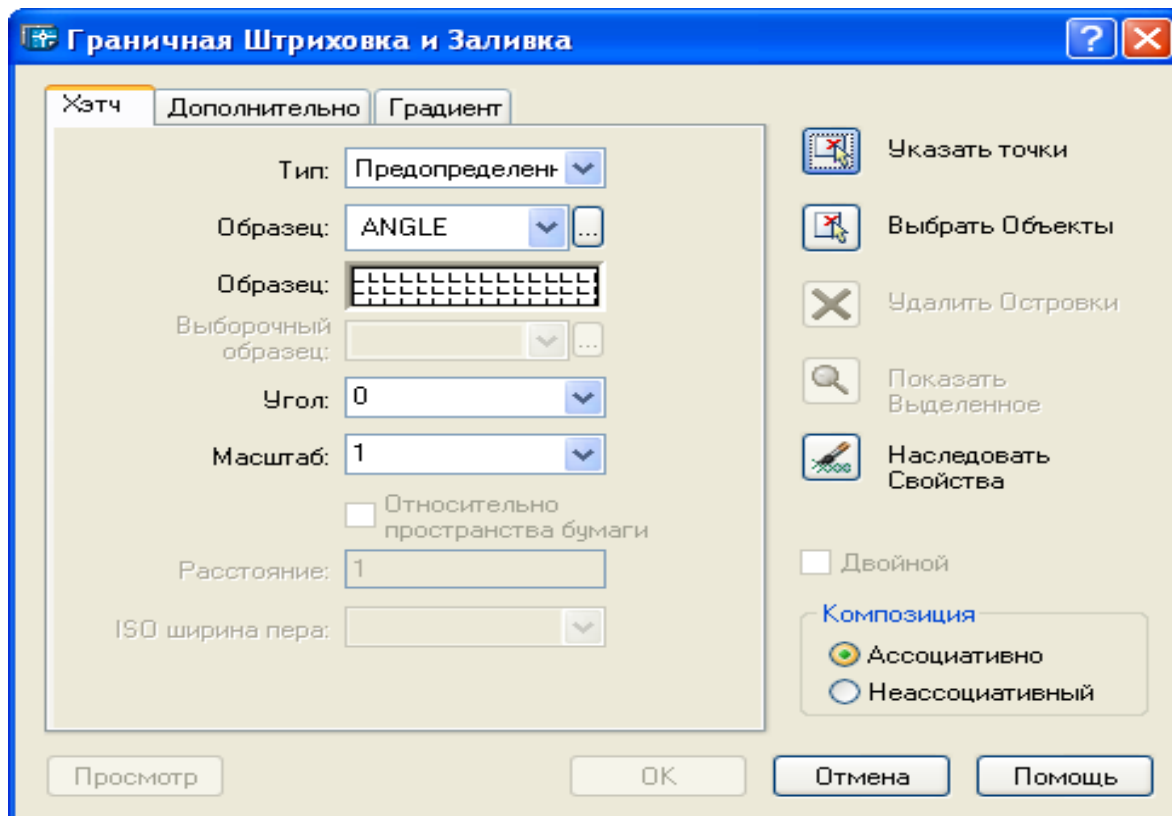

Рис.62.
**Выбор типа штриховки.** В AutoCAD на разрезы можно наносить различные варианты штриховки в зависимости от типа обозначаемого материала. Перечень шаблонов штриховки приведен в диалоговом окне «Граничная штриховка и Заливка» (Boundary Hatch and Fill). Рис.62.